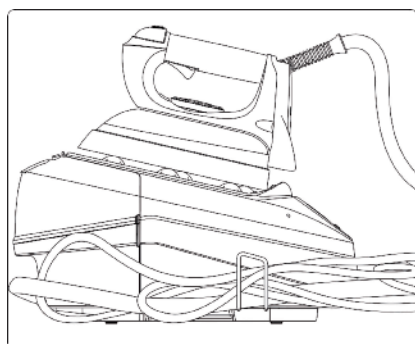

FIG. 4
19. Una volta che il dispositivo si è raffreddato completamente, conservarlo in un luogo sicuro. Per la conservazione del cavo elettrico e del vapore, vedere la fig. 4.